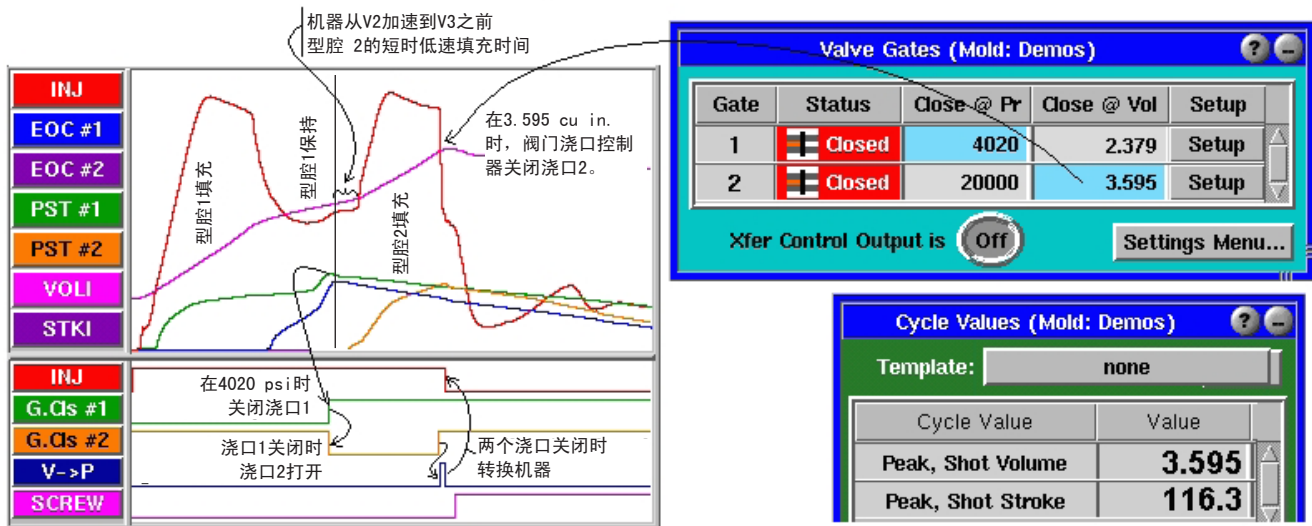

图 28: 型腔 2 缺料
- * 在循环图上会显示与图 28 中的类似情况。将光标放在阀门浇口 1 关闭的位置。现在查看注射量曲线。图上 V2 至 V3 的转折点应在稍后一点时间出现。在压机上调整 V2-V3 转换位置直到第一个阀门浇口关闭后出现。